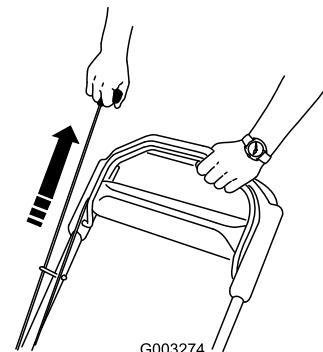

Рисунок 16
2. Потяните рукоятку ручного стартера (Рисунок 16).